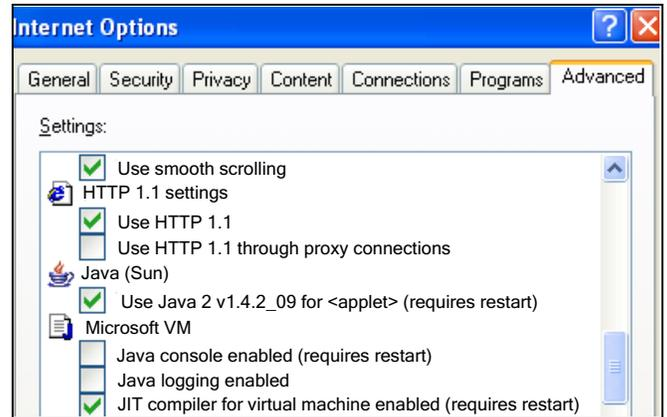

FIG. 32: Opciones de internet Java
9. Para funcionar, el software TOF 200 EasyKey requiere Sun java. Abra sus opciones del explorador de red y seleccione Java (Sun) y borre la selección del Microsoft VM. Vea FIG. 32. Si la opción Sun Java no está disponible, siga el procedimiento **Funcionamiento del software** y cargue el programa Sun Java cuando aparezcan la pantalla y el enlace adecuados.